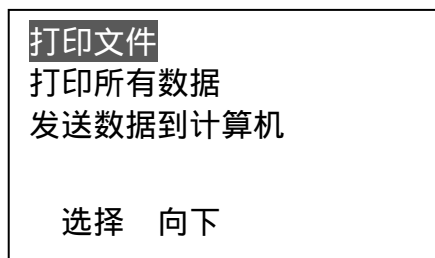
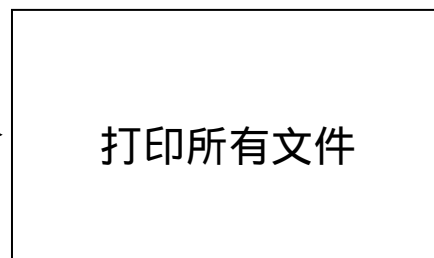

图 42
图 43
k. 用 或 键将光标移至打印所有数据位置，按←键确认打印所有存储值，打印完成有蜂鸣声提示，显示返回菜单状态，打印信息显示（如图 42 和图 43）：